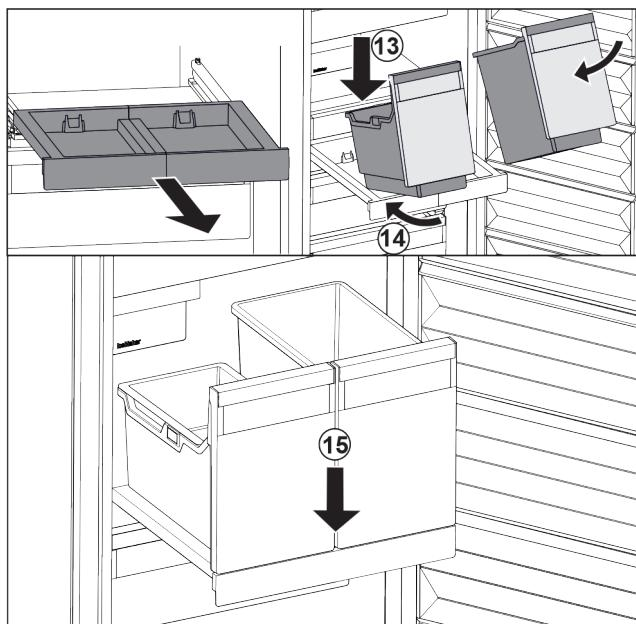

Fig. 86
- Stavite spremnik ukoso na izvlačnu ploču. Fig. 86 (13)
- Gurnite spremnik ukoso prema natrag. Fig. 86 (14)
- Spustite spremnik naprijed. Fig. 86 (15)